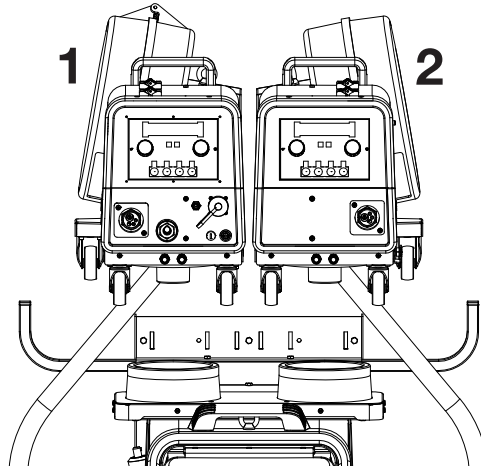

Fig. 20
Inserire i carrelli trainafilo **1** e **2** nelle apposite sedi del supporto doppio carrello (fig. 20).
*Insert the **1** and **2** wire feeder units into the appropriate seats of the double wire feed support (fig. 20).*
Inserte los carros arrastrahilo **1** e **2** en los asientos correspondientes del soporte del doble carro (fig. 20).